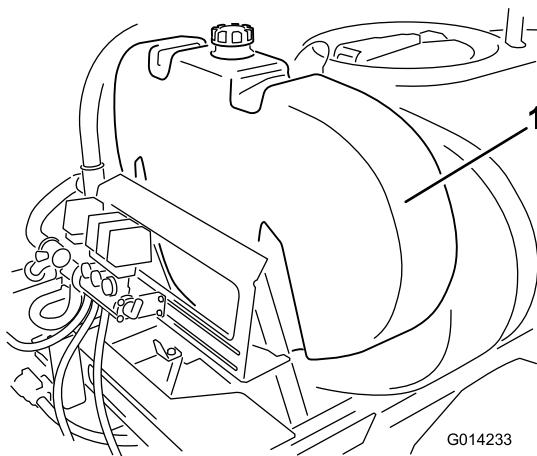

Figura 9
- Instale el depósito de enjuague, según se muestra en (Figura 9).